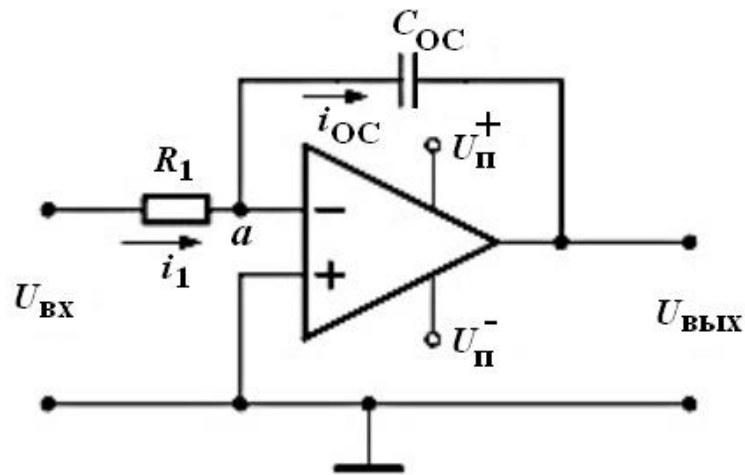

Рис. 6.25. Схема интегратора на ОУ
**Интегратор** – схема, выполняющая математическую операцию интегрирования. Интегратор выполняется на базе инвертирующего ОУ, в которой резистор  $R_{\text{ОС}}$  заменен на конденсатор (рис. 6.25).